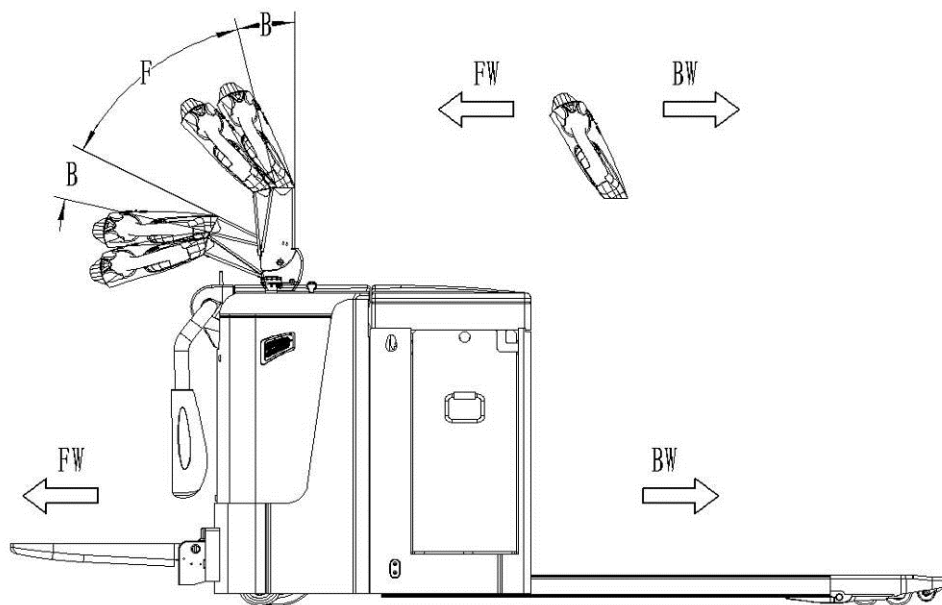

Рис. 14: Направления движения
Поверните ключ (18), переместите ручку в рабочее положение ('F', Рис.14), поверните рукоятку акселератора в направлении вперед 'Fw.' или назад 'Bw.'(Рис. 14).